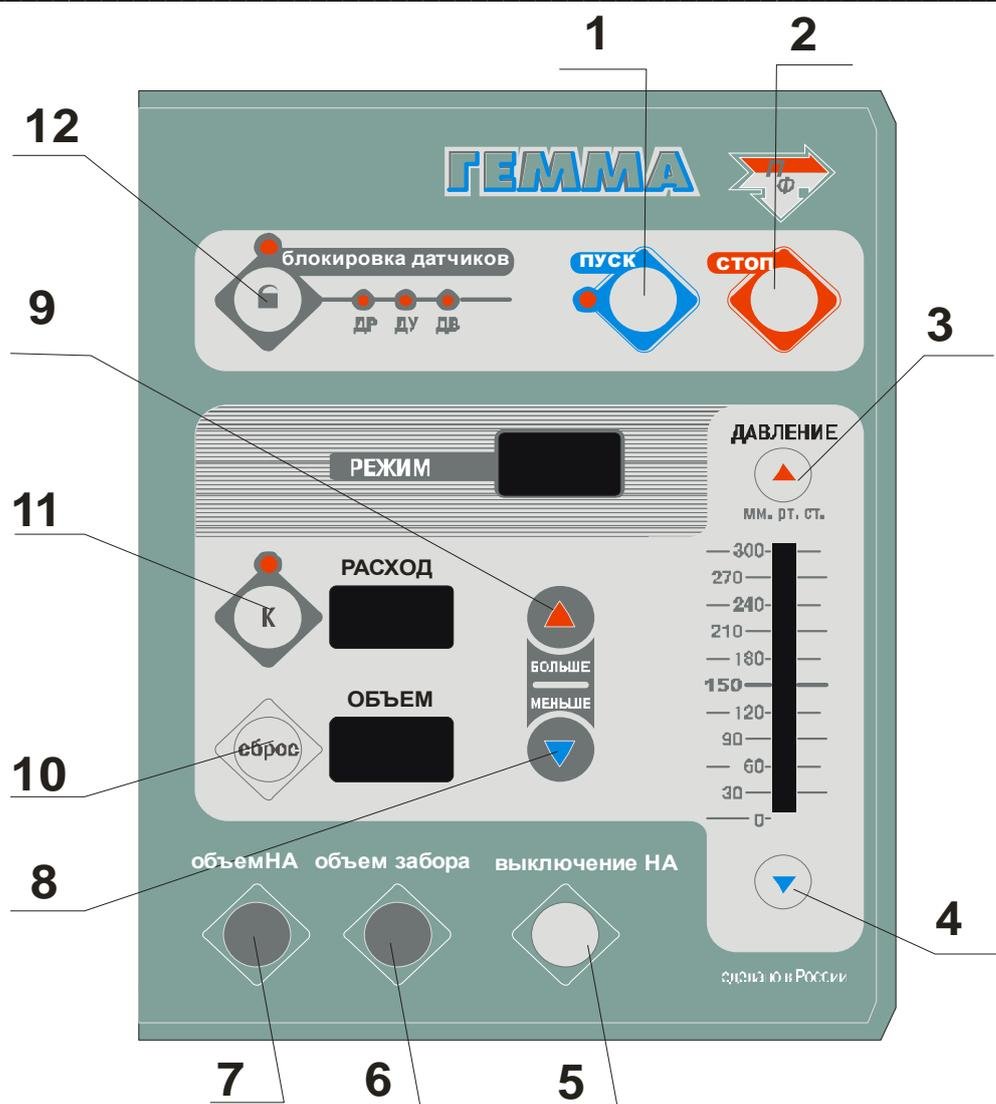
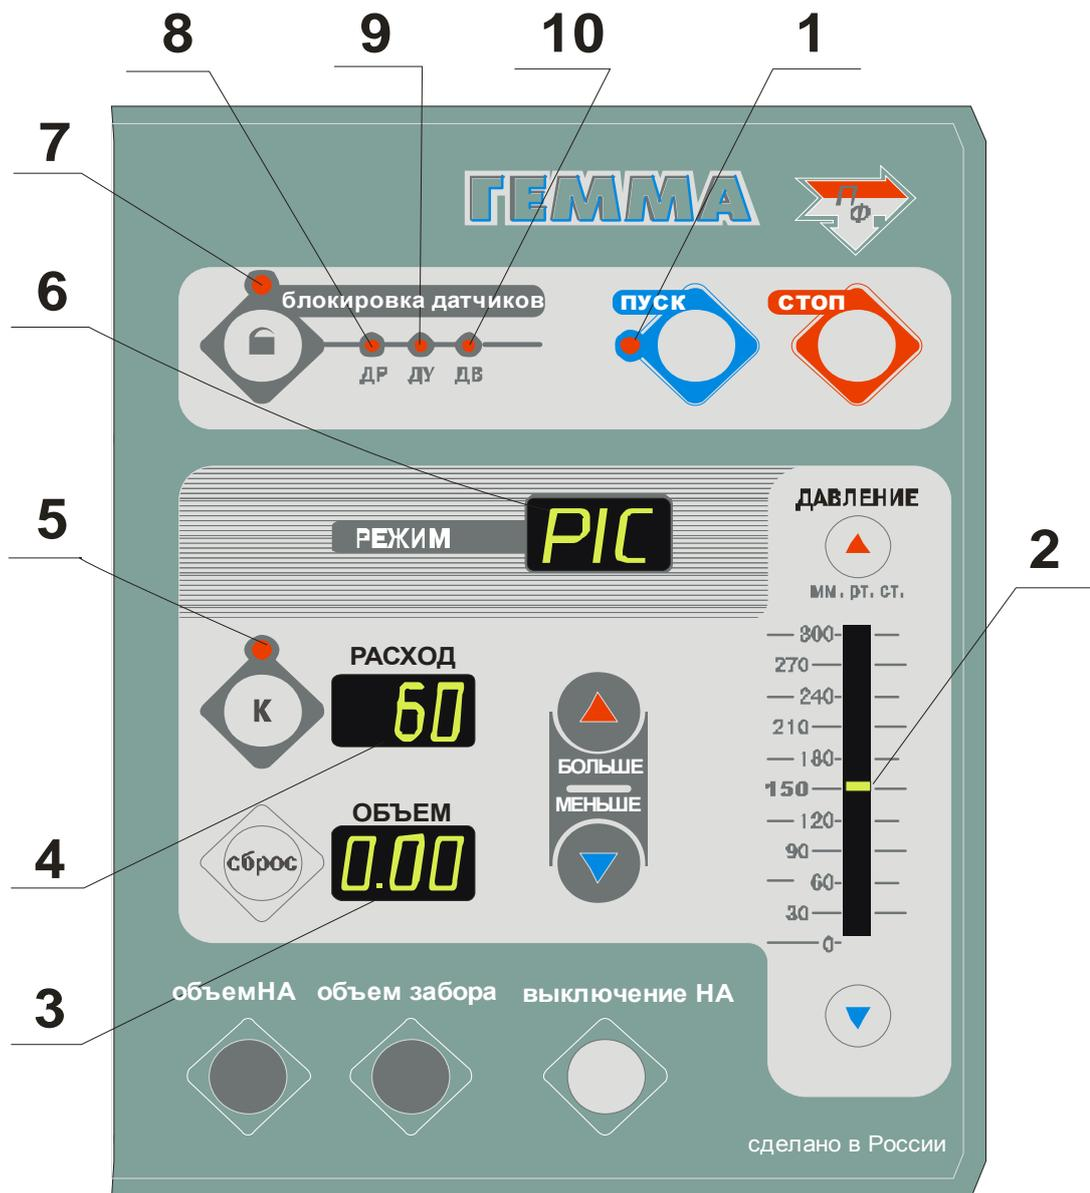

Рис. 4. Кнопки пульта
Рис. 5. Индикаторы пульта
Пульт управления аппарата представлен на рис.4 и рис.5.
**Кнопки «ПУСК» и «СТОП»** – западающего типа, служат для пуска и остановки аппарата (рис.4).
Индикаторы используются для индикации состояния аппарата, текущих и заданных параметров, аварийных состояний. В аппарате используются: цифровые, световые и линейные индикаторы (рис.5).